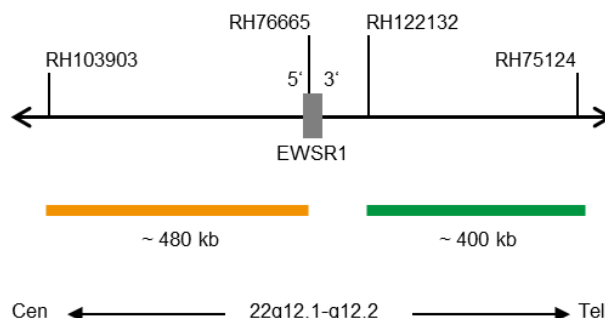

Fig. 1: SPEC EWSR1 Mappa della sonda (non in scala)
- Polinucleotidi (~10 ng/μl) marcati con ZyGreen (eccitazione 503 nm/emissione 528 nm), che hanno come bersaglio sequenze mappate in 22q12.2* (chr22:29,779,841-30,179,900) distali alla regione del breakpoint EWSR1 (vedere Fig. 1).
- Polinucleotidi (~4,5 ng/μl) marcati con ZyOrange (eccitazione 547 nm/emissione 572 nm), che hanno come bersaglio sequenze mappate in 22q12.1-q12.2* (chr22:29,191,431-29,673,440), prossimali alla regione del breakpoint di EWSR1 (vedere Fig. 1).